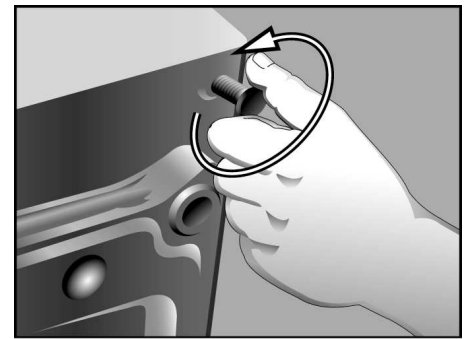

Figure 7
- Enlevez les pieds installés à l'origine sur l'appareil (voir la **Figure 7**). **NE PAS** réinstaller ces pieds sur le socle. Conservez les pieds de l'appareil au cas où celui-ci doit être réinstallé plus tard sans le socle.